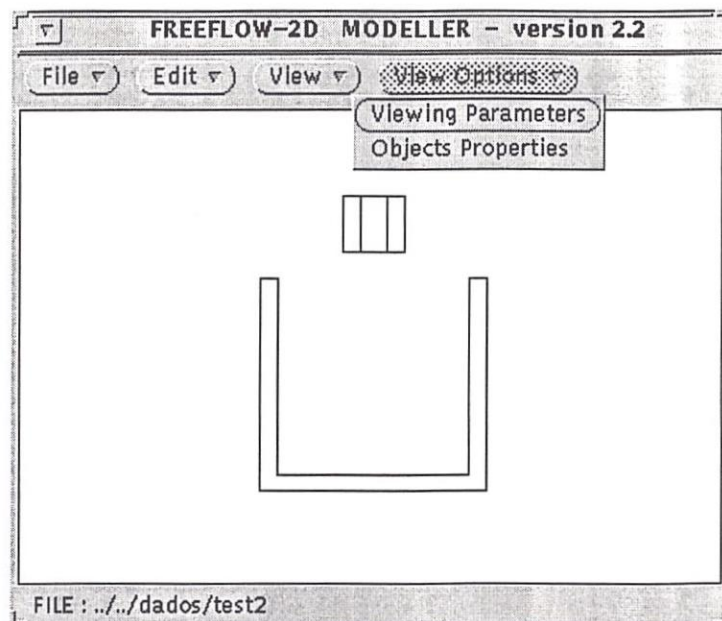

Figura 1.39: Opções do *View Options*
- *View Options*: o botão *View Options* possui duas opções, como mostra a figura 1.39.